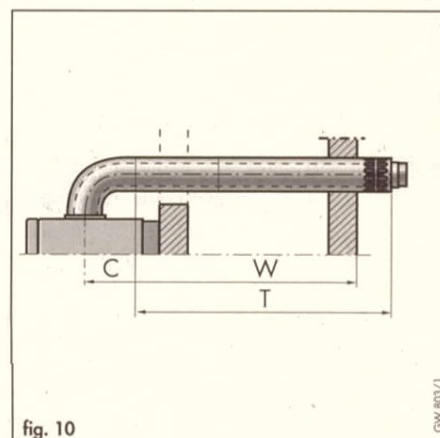

fig. 10
6.5.1.2 Esecuzione verso la parete posteriore (fig. 10) con massimo no. 2 prolunghe acc. 300 802